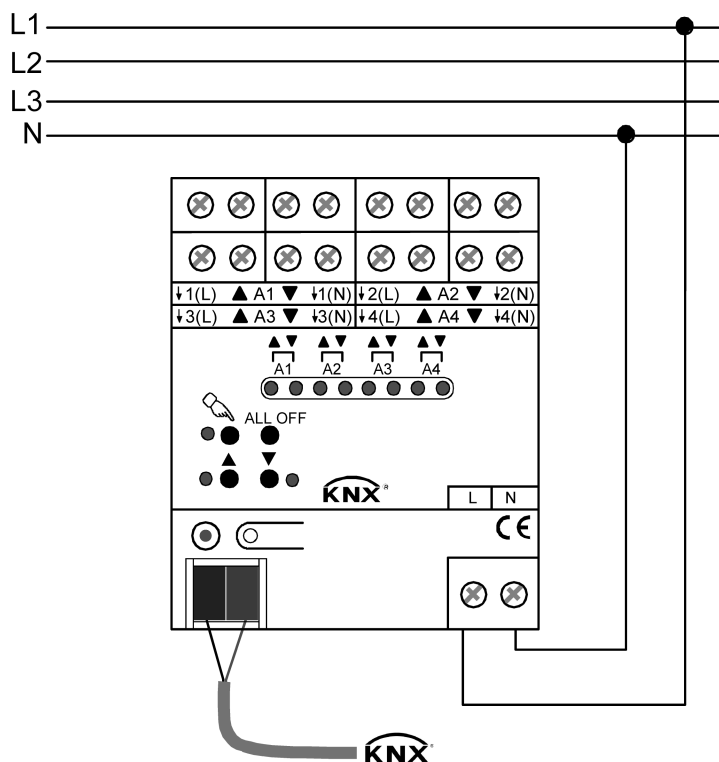

Figura 2: Conexión eléctrica de la tensión de red y de la línea de bus
- La conexión del bus (terminal de bus estándar) y la conexión de la alimentación de red se deben realizar según el esquema de conexiones (figura 2).